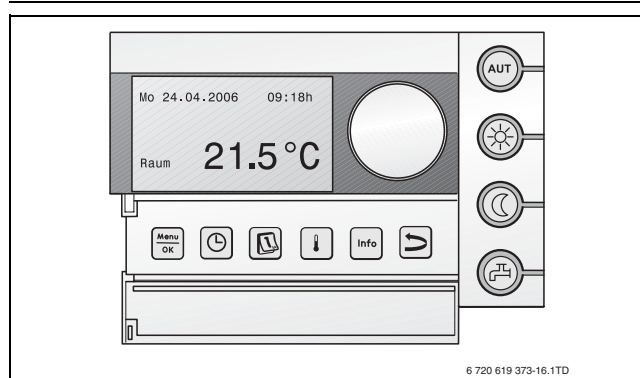

Fig. 10 Telecomanda de cameră RC35
- ▶ Realizați setările la nivelul telecomenzii de cameră (de exemplu, RC35, → fig. 10). Vă recomandăm să verificați respectiv să setați următoarele: